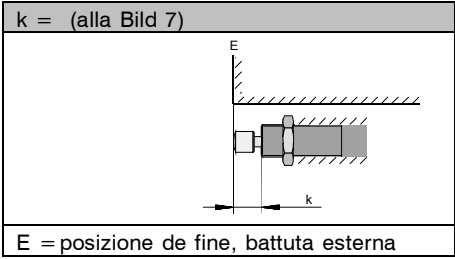

Fig. 5
- Monteringssituationen kräver avståndet mellan massan och dämparen, se bild 5.